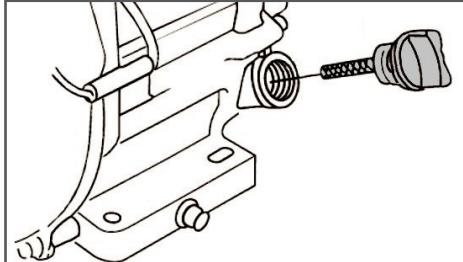

Рис. 14 Крышка-щуп маслозаливной горловины
2. Открутите крышку-щуп маслозаливной горловины и извлеките щуп (Рис. 14).
- Выкрутите крышку-щуп маслозаливной горловины и извлеките щуп (Рис. 14).